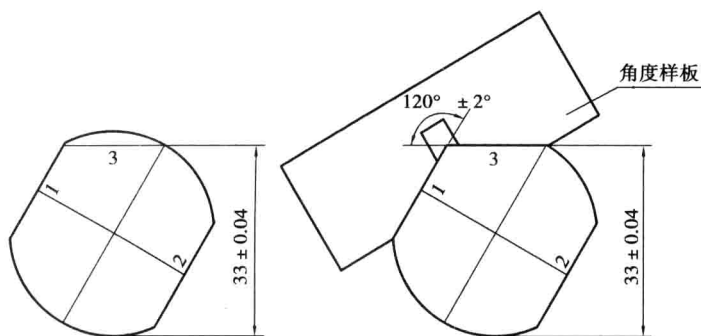
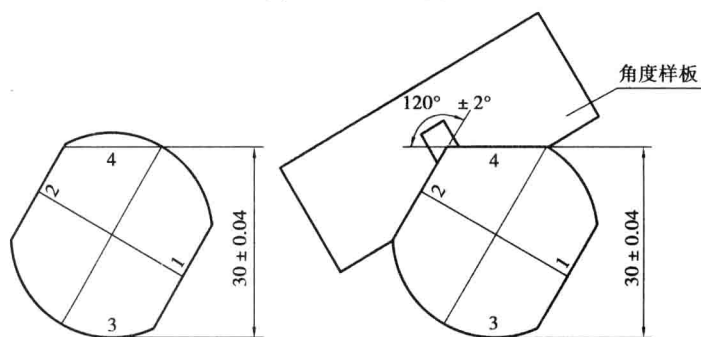

图1.6 加工3面
图1.7 角度样板测量
③采用与面1相同的加工方法来加工面3,如图1.6所示,先用 120° 角度样以面1作为基准划面3加工参考线,进行粗加工,再用刀口角度控制平面度和与大面A的垂直度,再以面1作为基准,用角度样板控制面1与面3之间形成的角度 $120^\circ \pm 2'$,如图1.7所示,并注意用游标卡尺测量控制尺寸 33 尺寸。